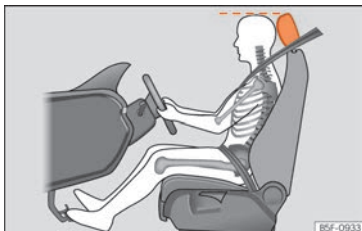

Fig. 86 Corretto posizionamento del poggiatesta del conducente.
- Regolare il poggiatesta portando il suo bordo superiore alla stessa altezza della parte superiore della testa » **fig. 86.**